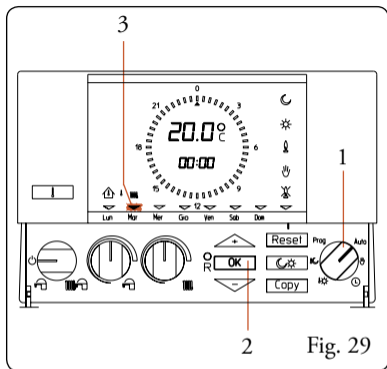

Fig. 29
Con il selettore su “**Auto**” (Fig. 29 pos. 1) premendo il pulsante  (Fig. 29 pos. 2) si visualizzano i programmi orari impostati, nei diversi giorni della settimana, l'indicatore “” (Fig. 29 pos. 3) lampeggia ed indica il giorno della settimana a cui si riferisce il programma.